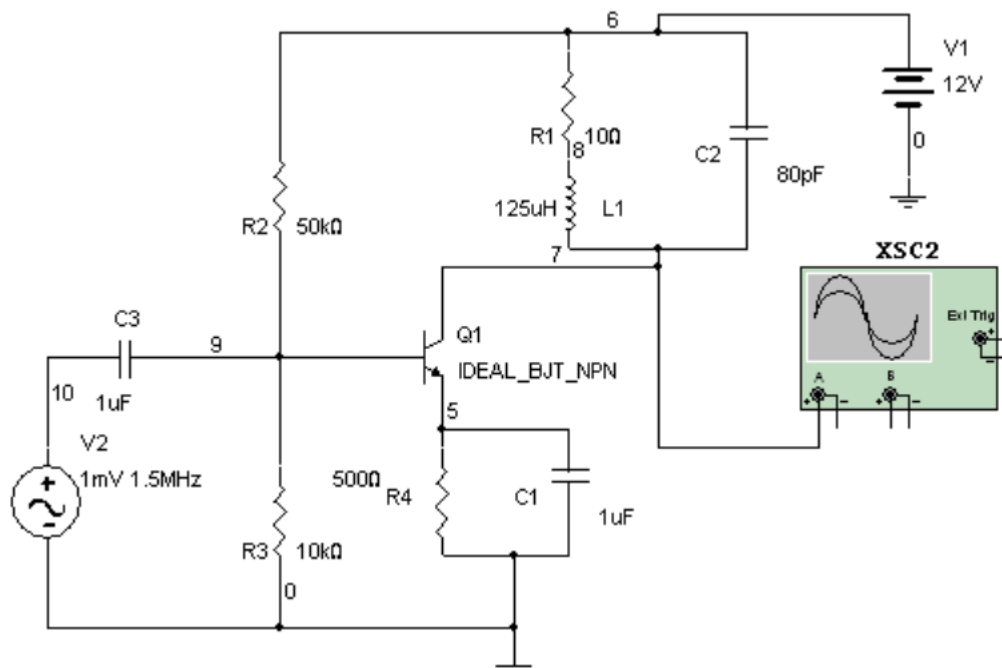

Рис.16-1. Усилитель частоты
Цель моделирования состоит в демонстрации характеристик и принципа действия рабочей точки усилителя высокой частоты по постоянному и переменному току. По названию усилителя частоты можно судить о выполняемых им функциях. Они усиливают избранную узкую полосу радиочастот. Благодаря большому количеству свойств они получили широкое распространение в радиотехнике. Усилители мощности, напряжения, частоты, буферный усилитель получили широко используются в электронной промышленности. На рис. 16-1 изображена схема радиочастотного усилителя, используемого для усиления сигналов в диапазоне 1,5 МГц. Для описания характеристик постоянного напряжения схемы, будем пользоваться анализатором рабочей точки по постоянному току (**Multisim's DC Operating Point Analysis**). При этом все источники напряжения переменного тока установлены на нуль, все конденсаторы открыты. Далее, мы будем использовать анализатор по переменному току (**Multisim's AC Analysis**) для получения примерного вида графика выходного напряжения в заданном диапазоне частот. Такие операции позволяют инженеру получить общее представление о параметрах схемы, избегая при этом лишних вычислений.
1. Соберите схему, изображенную на рис. 16-1.